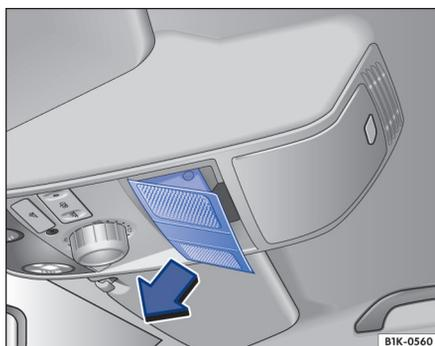

Fig. 176 Techo interior: retirar la tapa.
- Retire la tapa en el sentido de la flecha ⇒ fig. 176.